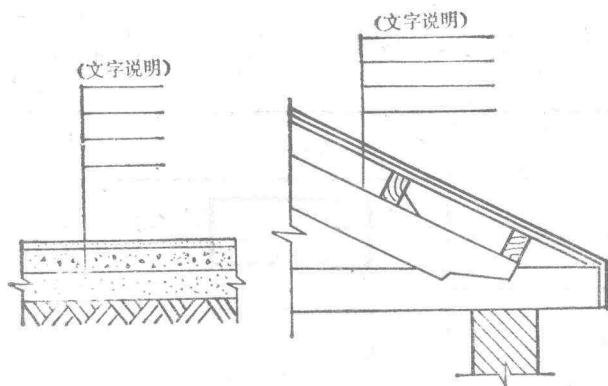

图 1-6
6. 引出线 当需要在图纸上某部位注明做法、尺寸、标高时,又因为该处书写部位尺寸有限,就需要用引出线引出,将注写的文字引在适当部位加以注释。见图1-6。